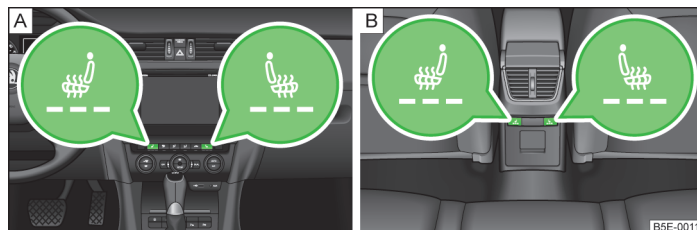

Fig. 48 Calefacción: Asientos delanteros/asientos posteriores
- Pulsar la tecla [A] o bien [B] » fig. 48.
Pulsando una sola vez se activa la calefacción a la intensidad máxima - etapa 3, visualizado por los tres testigos debajo de la tecla » fig. 48 - [A] o en la tecla » fig. 48 - [B].